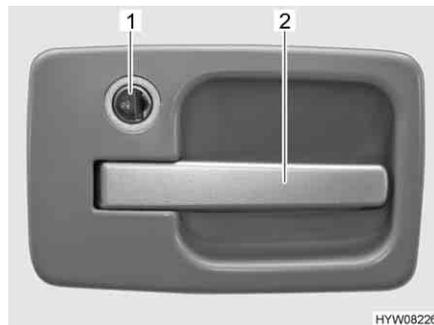

Fig. 24 Serratura della porta, porta di ingresso, lato esterno
- Inserire la chiave nel cilindro della serratura (Fig. 24,1) e ruotare fino a quando la serratura della porta si sblocca.
- Tirare la maniglia della porta (Fig. 24,2). La porta è aperta.
- Inserire la chiave nel cilindro della serratura (Fig. 24,1) e ruotare fino a quando la serratura della porta si blocca.